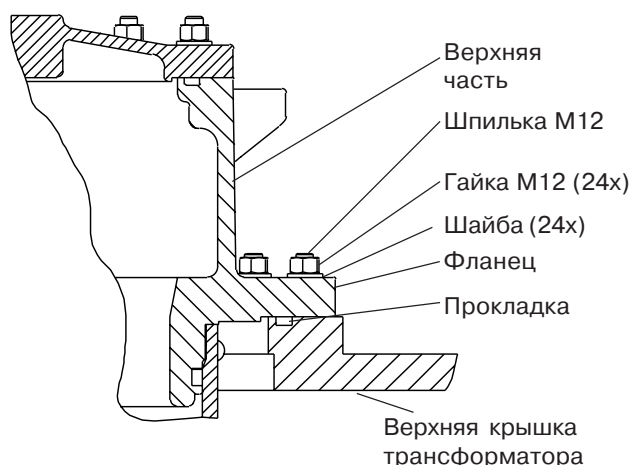

Рис. 9.
2. Установите прокладку во фланец устройства РПН на крышке трансформатора, см. Рис. 9. (Эта прокладка не входит в комплект поставки).
9. Установите 24 шайбы и гайки М12, см. Рис. 9. Затяните гайки.
4. Установите 24 шайбы и гайки М12, см. Рис. 9. Затяните гайки.